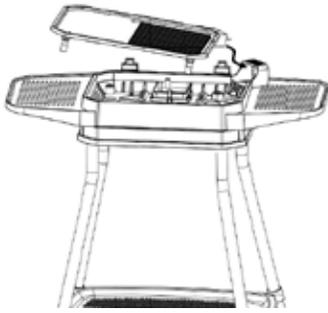

afb. 8
- Plaats de vetopvangbak [17] (afb. 8). Deze moet in de barbecuebehuizing worden geschoven. Om de vetopvangbak uit te nemen, moet u deze voorzichtig iets omlaag duwen en dan eruit trekken.